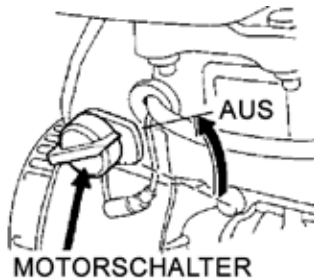

Abbildung 33. Motor Start-/Stoppschalter (AUS-Position)
2. Drehen Sie den Motor Start-/Stoppschalter auf die "AUS"-Position (Abbildung 33), nachdem der Motor abgekühlt ist.